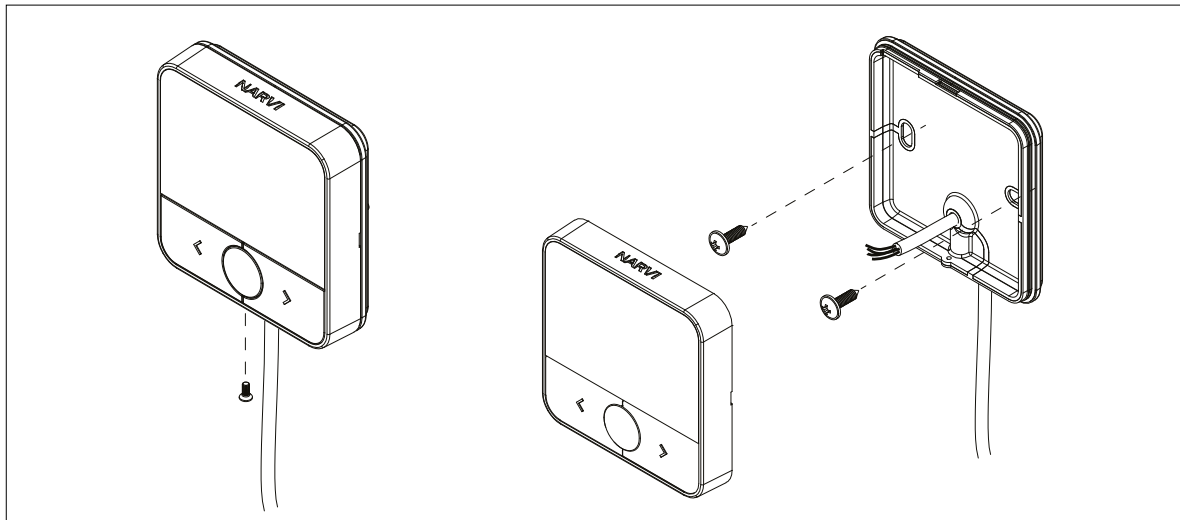

Bild 6.5-1. Installation av styrpanelen
- Styrpanelens bakpanel fästs på väggens träyta med de medföljande skruvarna (2 st. \emptyset 4,2 × 13) genom den ovala mjuka delen (bild 6.5-1). Skruvarna ska inte dras åt för hårt för att inte skada styrpanelens plast. För andra ytmaterial eller vid fastsättning på en dosa väljs fästmaterialet enligt ytmaterialiet och fästningsmetoden.